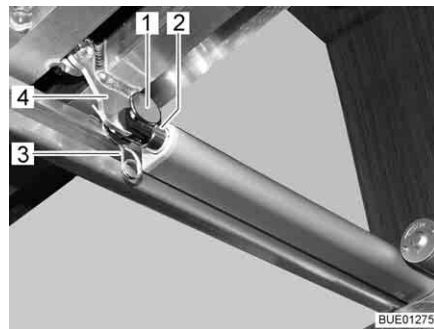

Bild 111 Drivning
- Lossa förbindelsen (t. ex. stift och fjäderkontakt (Bild 111,1 och 3)) mellan skjutstången (Bild 111,2) och ribbotten (Bild 111,4).